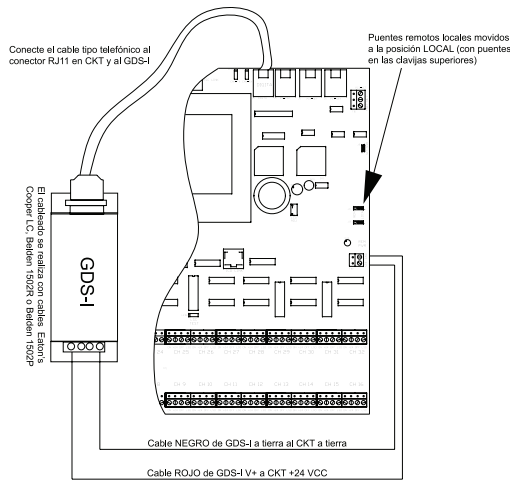

Figura 3. Detalles del cableado de la puerta de enlace del interruptor digital
7. Asegúrese de que los puentes remotos locales se hayan movido a la posición local (sobre las clavijas 2 y 3) para ambos puentes (J9 y J10) para permitir así que los 24 VCC lleguen a los canales del interruptor de bajo voltaje. Consulte la Figura 3 para ver la ubicación.